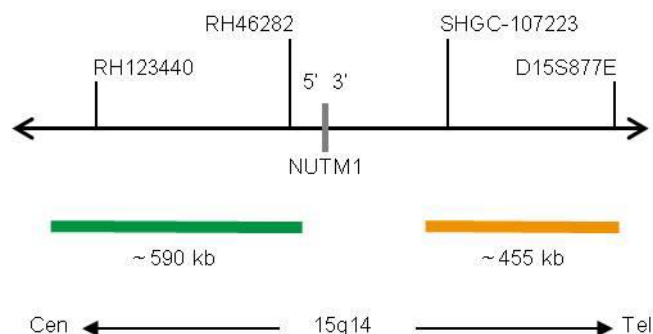

Fig. 1: SPEC NUTM1 Mapa da sonda (não à escala)
- Polinucleótidos marcados com ZyGreen (excitação 503 nm/emissão 528 nm) (~10 ng/μl), que têm como alvo sequências mapeadas em 15q14* (chr15:33,999,791-34,587,649) proximais à região do ponto de quebra NUTM1 (ver Fig. 1).
- Polinucleótidos marcados com ZyOrange (excitação 547 nm/emissão 572 nm) (~4,5 ng/μl), que têm como alvo sequências mapeadas em 15q14* (chr15:34,873,659-35,326,986) distal à região do ponto de quebra NUTM1 (ver Fig. 1).